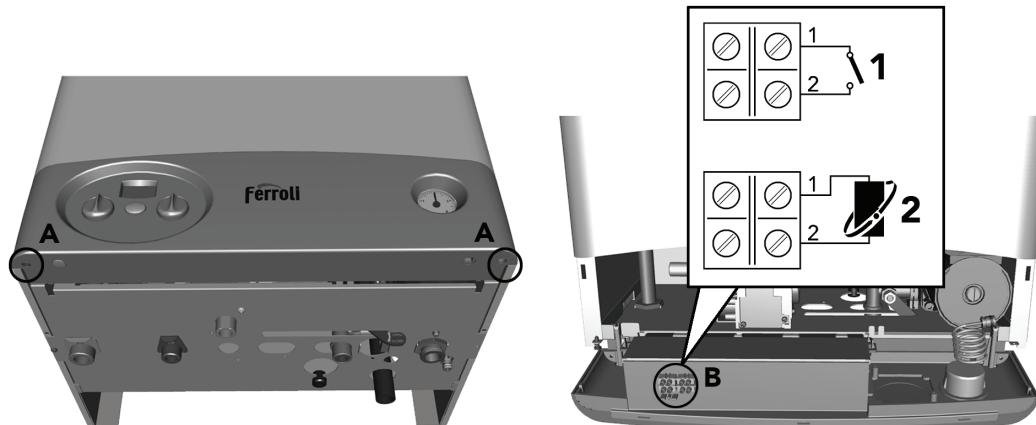

рис. 8 - Доступ к клеммной коробке
Для доступа к клеммной коробке, к которой следует подключать термостат температуры воздуха поз.1 в помещении fig. 8 или устройство дистанционного управления с таймером поз.2 fig. 8, выполните следующие операции:
1. Отвинтите оба винта "A" (fig. 8)
3. Разверните панель управления. (fig. 8)
Теперь открыт доступ к клеммной коробке "B" (fig. 8)